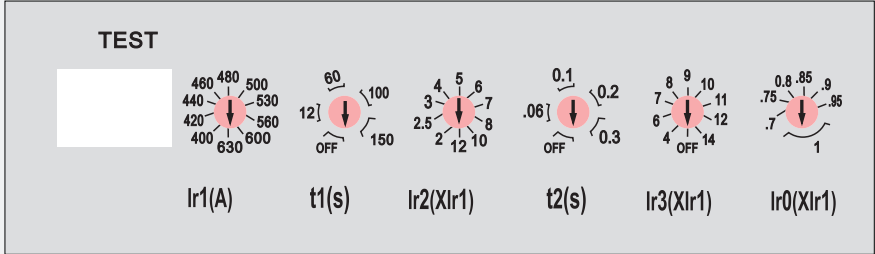
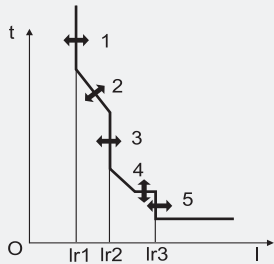

图16
图17
8. HSM2E-800, In=630A电子式脱扣器见图16、图17